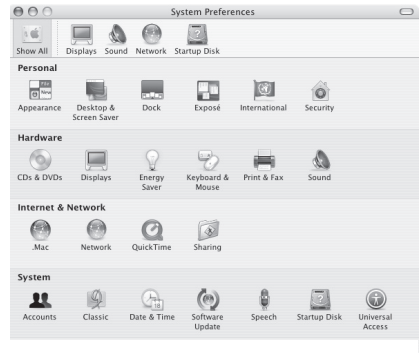

Figure 2
3. Ensuite, ouvrez la préférence Son (figure 2).